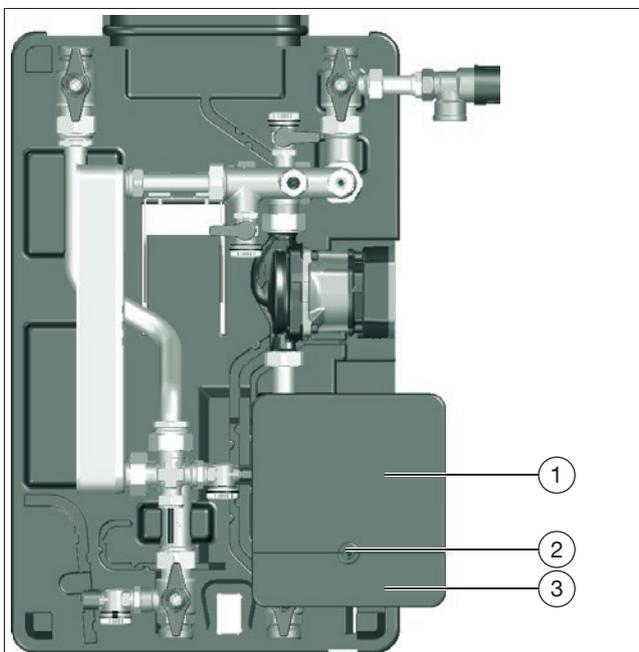

Fig. 24: Apertura del controlador
3. Retire el tornillo (ver posición (2) en Fig. 24) y póngalo a un lado.
4. Deslice hacia arriba la cubierta del panel de conexión (ver posición (1) en Fig. 24) hasta que se bloquee de forma sonora en su lugar.
5. Pliegue la cubierta del tubo de ida (ver posición (3) en Fig. 24).